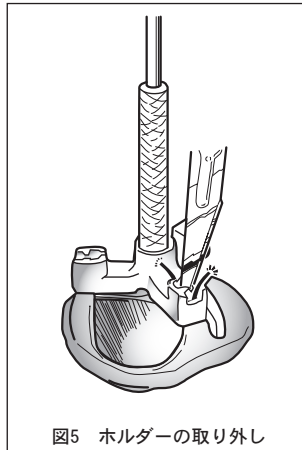

図5 ホルダーの取り外し
- * ホルダーとハンドルは、縫合糸を結紮する前に、以下の手順に従って一緒に取り外して下さい(図5)。